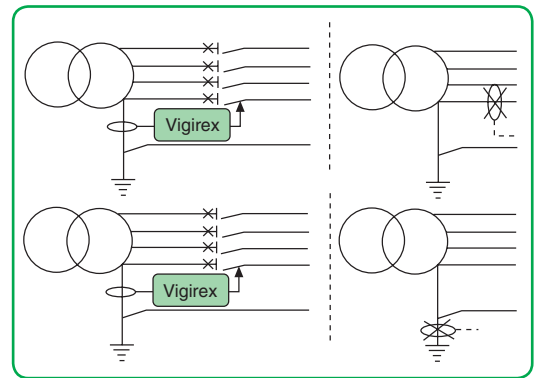

Fig. 5.39. 2.º montaje.
- **2.º montaje:** en cabecera de instalación, la suma de las corrientes en los cables activos es idéntica a la corriente que circula en el cable que conecta el transformador a tierra. Se puede montar el toro en este cable, normalmente de menor tamaño (1 cable en lugar de 4), cuando sea imposible montar los toros en los cables activos (**fig. 5.39**).
- En TNS, no pasar el cable de protección PE por el interior del toro (ver **fig. 5.39**).